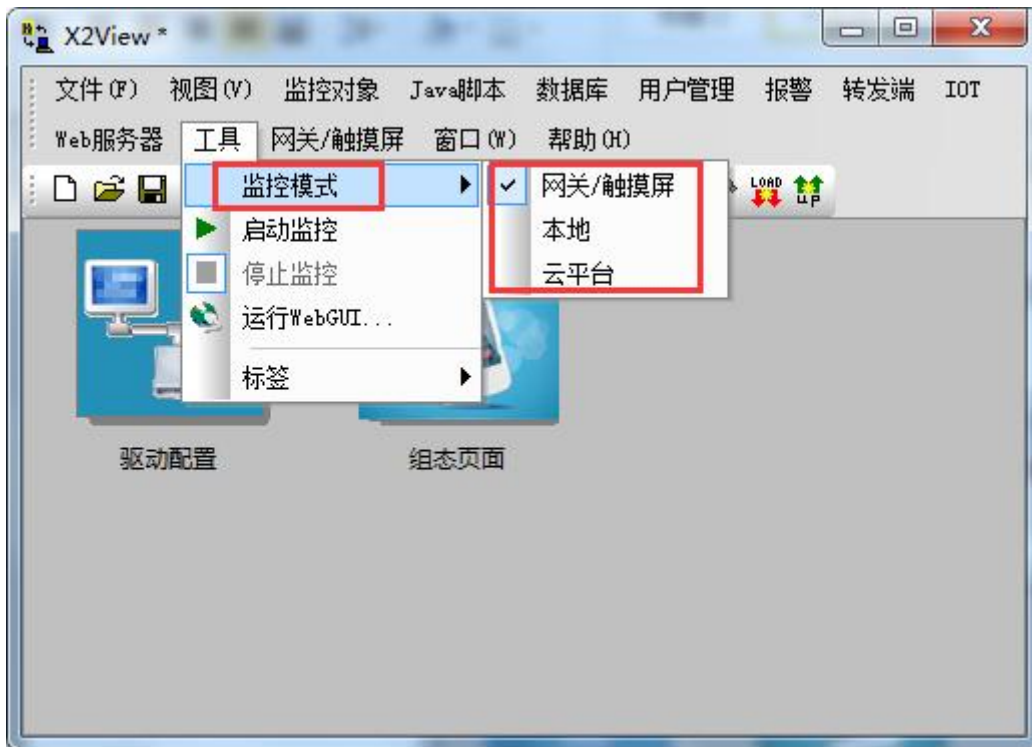

图 4-10-2 选择监控模式
(2) 在主控制界面，选择“工具”——>“监控模式”，有“网关/触摸屏”、“云平台”和“本地”三种模式可以切换，如图 4-10-2 所示。